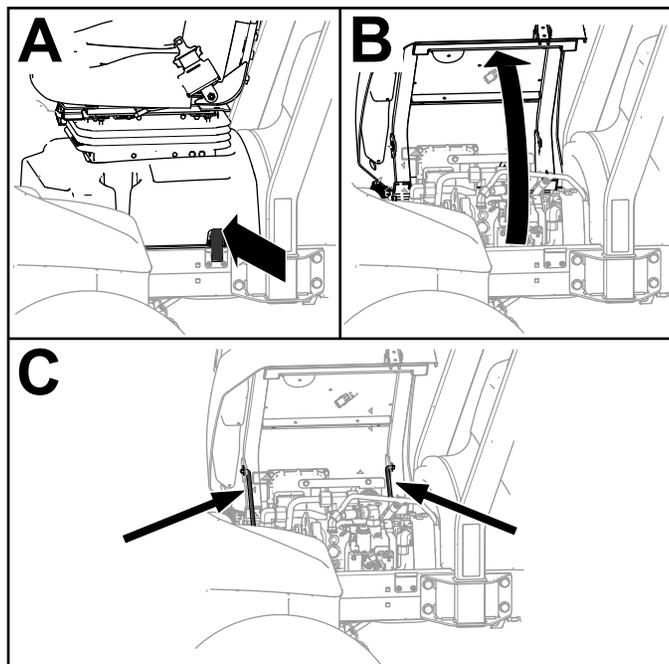

図 134
2. シートベースのラッチを外し、シートベースを傾けて運転席を倒し、ロッドで支える (図 134)。